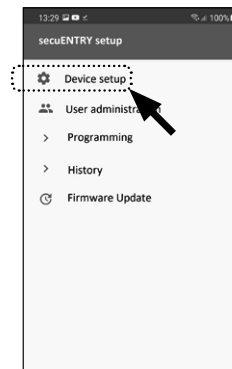

Abb. 7
- Tippen Sie in dem Folgemenu auf „*Device Setup*“ (Abb. 7). Hier können Sie secuENTRY Einheiten der App hinzufügen und einrichten.